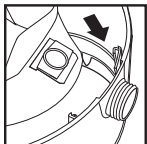

FIGURA 24
31. Deslice el deflector de entrada con la bolsa filtrante acoplada en la guía del deflector. **FIGURA 24.**